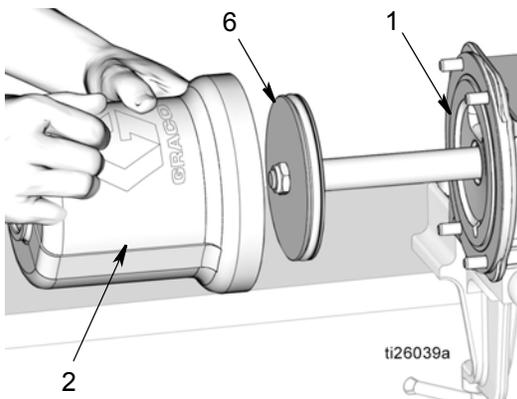

FIG. 52
- a. Limpie el interior del cilindro de aire (2) con un paño limpio y elimine cualquier resto de suciedad o contaminantes.
- b. Aplique una capa fina de grasa en las superficies internas del cilindro de aire (2). Deslice el cilindro de aire (2) por el pistón (6) y empujelo hasta que quede asentado firmemente en la base de la bomba (1). Consulte FIG. 52.